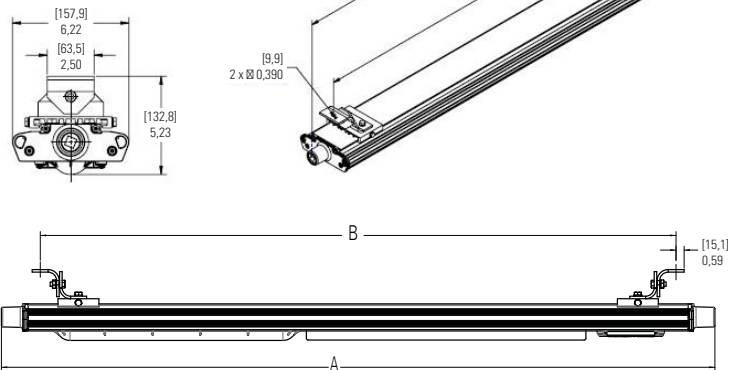

Figure 5. Montage pivotant du DP1050MTK
2. Marquer et percer des trous pour fixer les supports pivotants. Utiliser deux (2) boulons de 1/4 po (non inclus) au centre pour centrer les mesures. Espacer les trous des supports pivotants au besoin. Les supports doivent être espacés d'au moins 305 mm (12 po) [voir figure 5].
3. Le luminaire peut maintenant être installé. Il est fortement recommandé que deux (2) professionnels qualifiés réalisent le montage final du luminaire, afin d'éviter des blessures corporelles ou des dommages au luminaire.